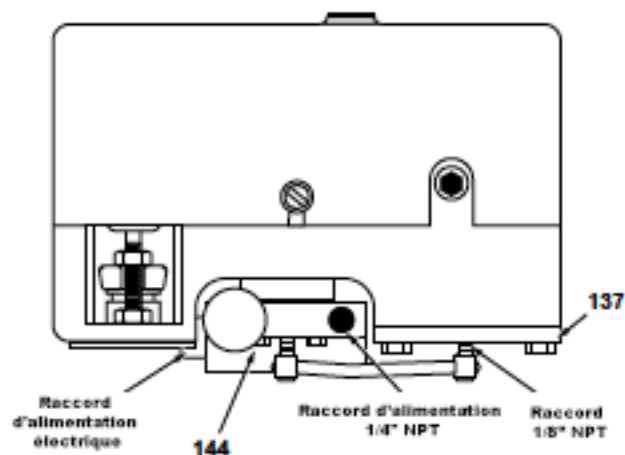

Figure 12 - Raccordements avec positionneur 7700E
- Vanne de contrôle avec positionneur 7700E (signal électrique) : raccordez la conduite d'alimentation en air du bloc collecteur (144) et effectuez le raccordement électrique du module I/P (20) (figure 12). Utilisez des tubes de 4 x 6 mm (1/4" de diamètre externe) pour la conduite d'air.